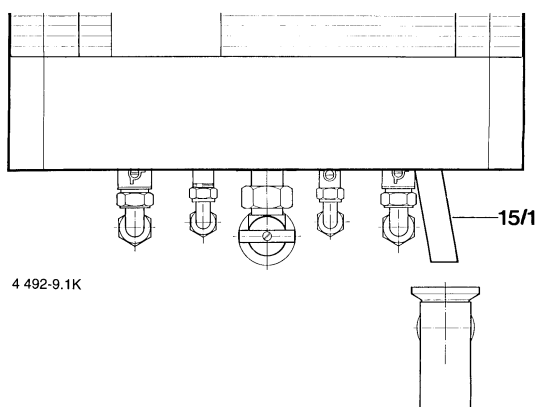

Figura 9
- Aparafusar o tubo de descarga (15/1) à válvula de segurança da membrana, figura 9.